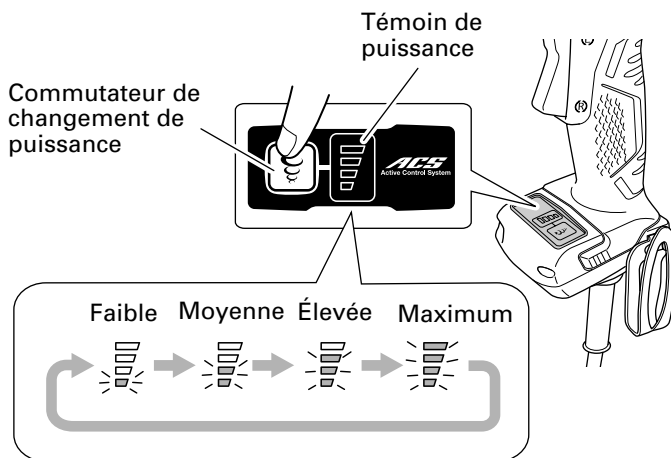

Fig. 4
3. Fonction de changement du mode de serrage (Fig. 4)